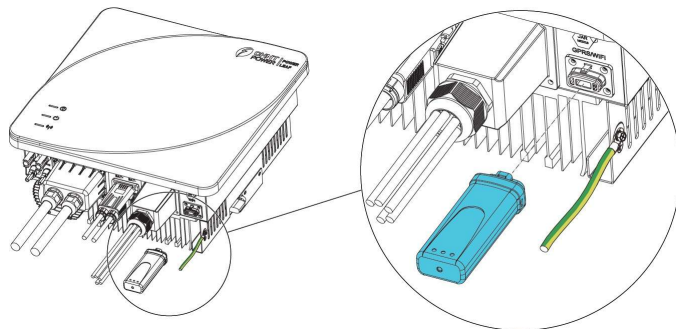

Figura 4-28 Instalación de la barra de comunicación
3. Encienda el sistema paralelo siguiendo los pasos que se indican en la Figura 4-28.
- ① Cierre el interruptor de circuito de CA del lado de la red de cada inversor.
- ② Cierre el interruptor de CA del lado de carga de cada inversor.
- ③ Cierre el interruptor fotovoltaico del lado fotovoltaico de cada inversor.
- ④ Cierre el interruptor de CC del lado del almacenamiento de energía de cada inversor.